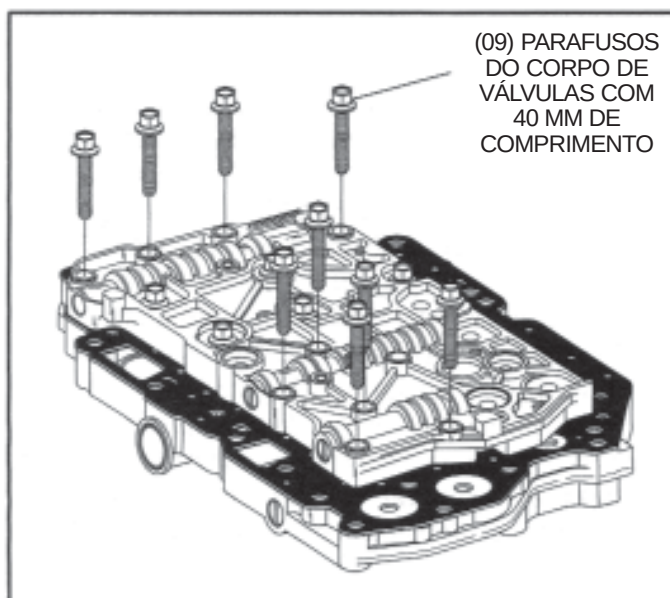

Figura 107
14. Instale no corpo de válvulas os 9 parafusos de 40 mm de comprimento, nas posições indicadas na Figura 107, e aperte os parafusos por enquanto com a mão.